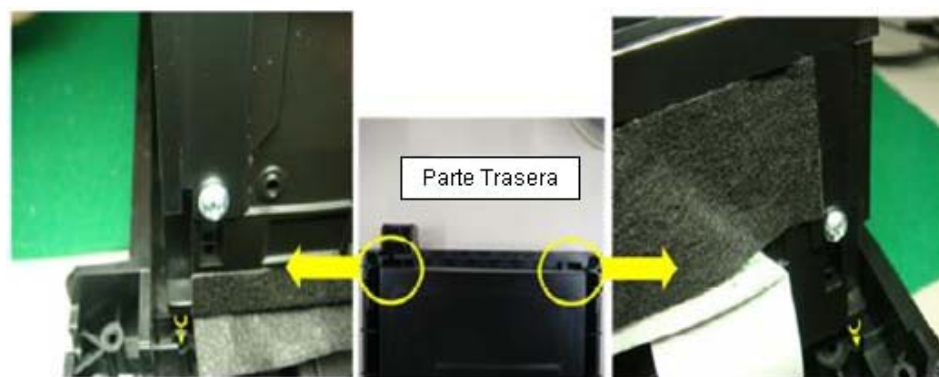

Fig. 3.9
2.5 Coloque el mecanismo del CD en el chasis del equipo, tenga cuidado de no doblar los cushion 100 y 180 explicados anteriormente. (Fig. 3.9)